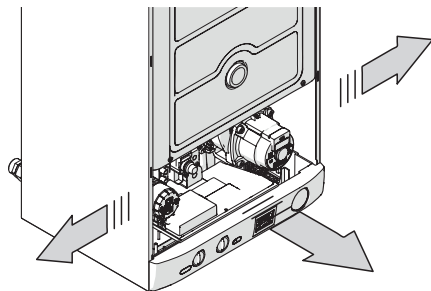

Рисунок 5.22
- Сместите боковые панели и потяните вперед панель управления, чтобы получить доступ к клеммной колодке электропитания Рисунок 5.22.